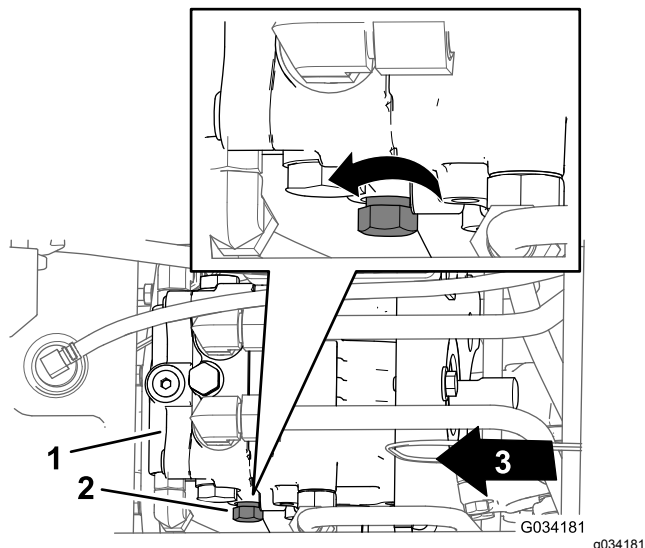

Figure 32
2. Localisez le bouton de commande de la vanne de dérivation sur le côté gauche de la pompe hydraulique (Figure 32).
3. Tournez le bouton de 3 tours dans le sens antihoraire (Figure 32).
3. Tournez la bouton de commande (Figure 32) dans le sens horaire jusqu'à ce que vous sentiez une résistance, ce qui indique que la vanne de dérivation est fermée.